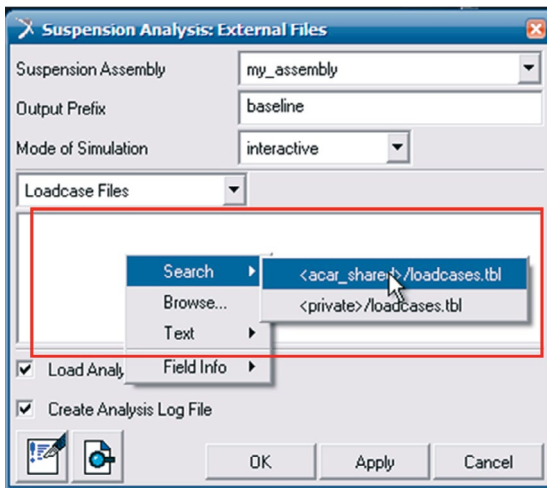

Figura 4.156 – Definindo os parâmetros da análise.
- A Figura 4.156 ilustra o preenchimento dos campos da janela *Suspension Analysis: External Files*. Para selecionar o arquivo *Loadcase* criado anteriormente, clique com o botão direito do mouse no campo em branco (conforme indicado na Figura 4.156).